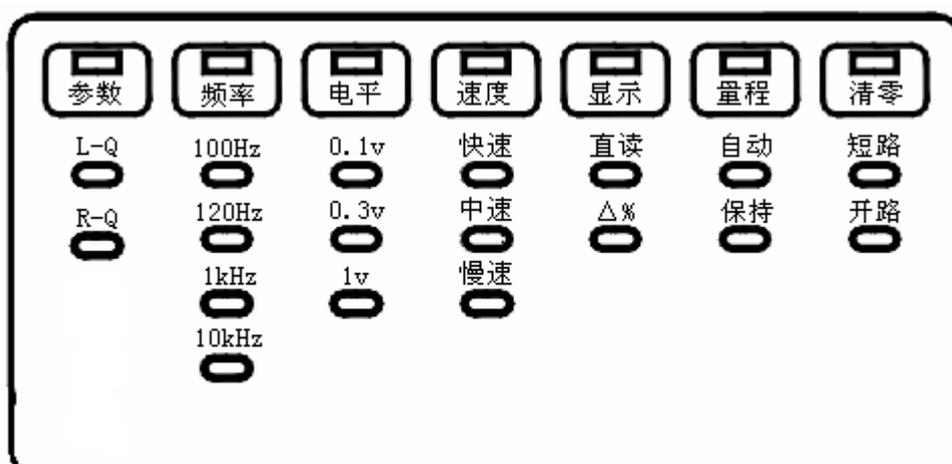

图 4-4 常用状态指示示意图
1、**“测量”状态**：对应七种常用功能的选择，功能直接在面板上指示（见图 4-4），仪器在“**测量**”状态时使用：“ \wedge ”，“ \vee ”，“ $<$ ”，“ $>$ ”，“启动”等按键，即可获得。